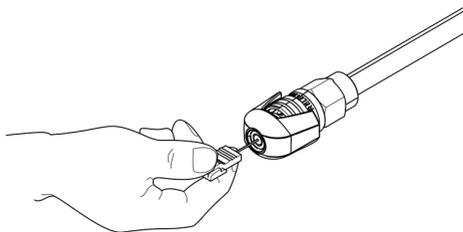

Рис. 14 Чистка форсунки головки струйной трубки
4. С помощью иглы для чистки форсунки (поставляется в комплекте) прочистите форсунку головки струйной трубки (Рис. 14).